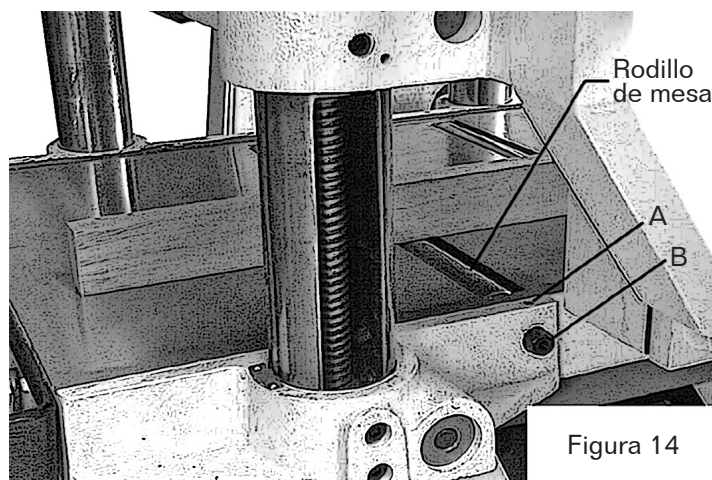

Figura 14
Su cepilladora se suministra con dos rodillos de mesa (Figura 14) que giran a medida que el material se alimenta a la máquina, reduciendo así la fricción. No es posible dar dimensiones exactas en el ajuste apropiado de altura de los rodillos de mesa porque cada tipo de madera se comporta de manera diferente. Como regla general, sin embargo, al cepillar el material en bruto, los rodillos de mesa deben colocarse en posición alta. Al cepillar material liso, los rodillos deben estar en posición baja.
3. En un lado de la mesa, afloje los tornillos de fijación (A, Figura 14) con una llave hexagonal de 3 mm y gire los ejes excéntricos (B, Figura 14) para subir o bajar los rodillos.